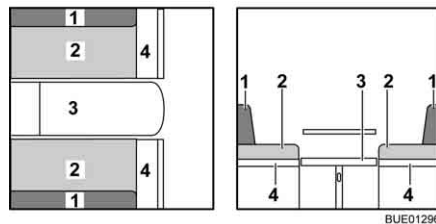

Bild 119 Während des Umbaus
- Sitzbank verbreitern (Bild 119,4).
- Die Rückenpolster (Bild 119,1) abnehmen und beiseite legen.
- Die Sitzpolster (Bild 119,2) zur Mitte ziehen.